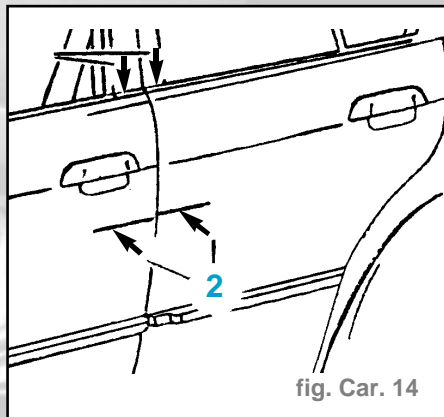

fig. Car. 14
- Procéder au réglage initial de la gâche de la serrure (fig. Car. 14).